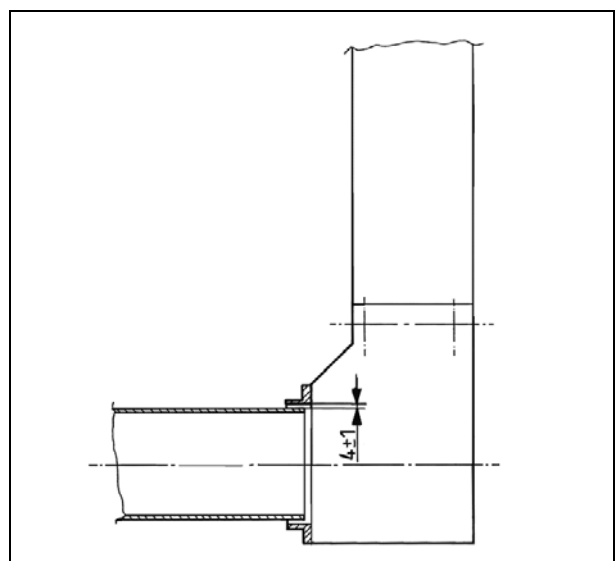

Рисунок 14
- Отрегулируйте желоб элеватора так, чтобы между трубой шнека и входным отверстием элеватора был зазор 4 ± 1 мм (Рис. 14).